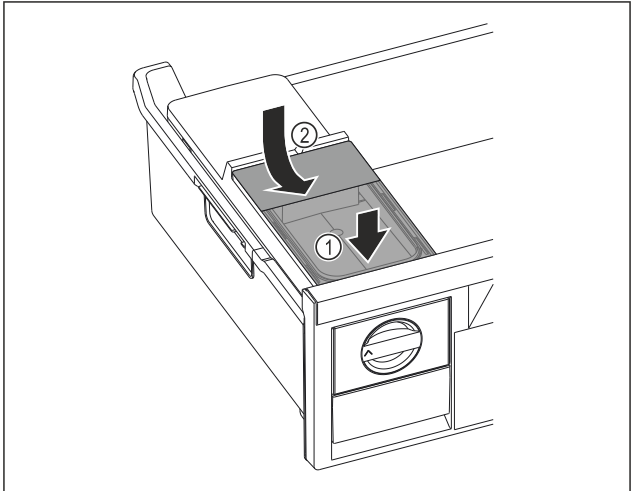

Fig. 129
- 放置水箱前部。 Fig. 129 (1)
► 放下水箱后部。 Fig. 129 (2)